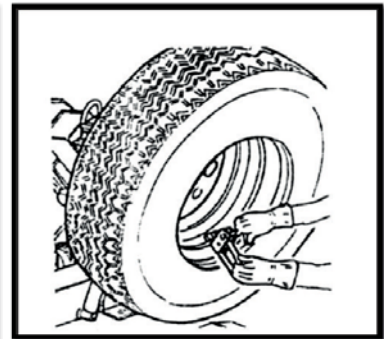

Рис. 10-7
11. Установите тиски на внутренней стороне диска и вращайте колесо до тех пор, пока зажим-тиски не окажется в крайней верхней точке (рис. 10-7).
14. Переместите платформу под колесо и опустите консоль (15), чтобы установить колесо на платформу.